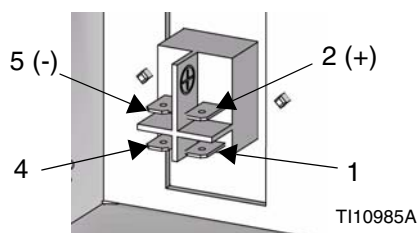
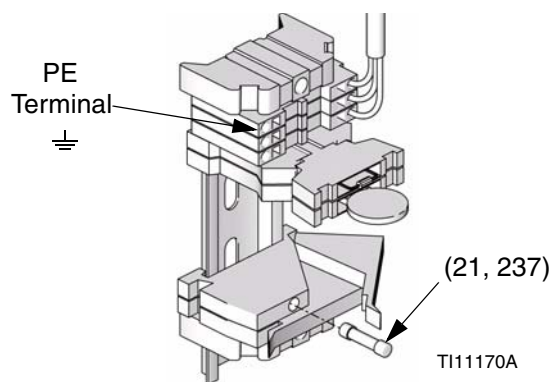

FIG. 40
FIG. 41
5. Monte en el cable de la CAN (509) el cable de salida de alimentación eléctrica.
6. Conecte una alimentación eléctrica de Clase 2 y 24 V a los terminales del interruptor de alimentación: +24 Vcc al terminal 2 (+) y 24 Vcc de retorno al terminal 5 (-). Vea la FIG. 40. Fije el conductor de conexión a tierra de protección (PE) al terminal marcado \perp . Vea la FIG. 41. La alimentación de 24-240 Vca debe ser capaz de suministrar como mínimo 1,0 A y tener una protección de corriente de alimentación dimensionada a no más de 2,5 A.
8. Instale las cubiertas de carenado delantera y trasera (506, 507), los retenes (504) y los tornillos (503). Consulte la ilustración de las piezas del kit DataTrak en la página 49.